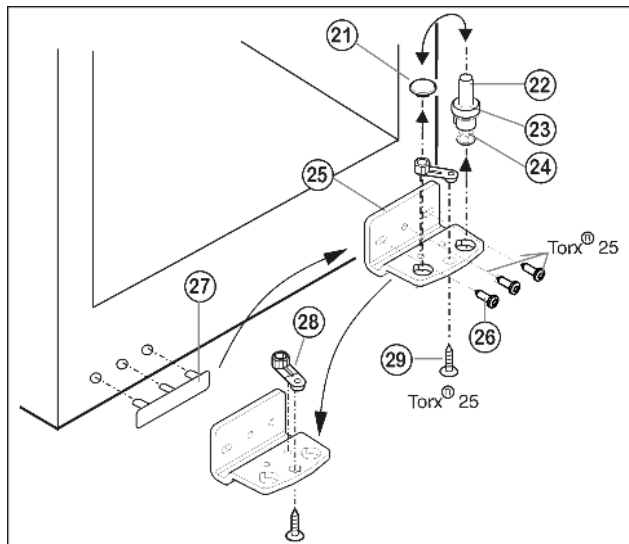

Fig. 6
- ▶ Lagerbout *Fig. 6 (22)* compleet met schijfje *Fig. 6 (23)* en stelplaatje *Fig. 6 (24)* naar boven eruit trekken.
- ▶ Stop *Fig. 6 (21)* eraf halen.
- ▶ Lagerbus *Fig. 6 (25)* losschroeven *Fig. 6 (26)*.
- ▶ Lagerdeel *Fig. 6 (28)* losschroeven *Fig. 6 (29)* en in het tegenoverliggende opnamegat van de lagerbus omzetten en weer vastschroeven.
- ▶ Afdekking aan de greepzijde *Fig. 6 (27)* voorzichtig optillen en op de tegenoverliggende zijde plaatsen.
- ▶ Lagerbus *Fig. 6 (25)* aan de nieuwe scharnierzijde evt. met behulp van een accuschroevendraaier weer **goed (met 4 Nm)** vastschroeven.
- ▶ Stop *Fig. 6 (21)* weer in het andere gat aanbrengen.
- ▶ Lagerbout *Fig. 6 (22)* compleet met schijfje en stelplaatje weer aanbrengen. Er daarbij erop letten, dat de sluitnok naar achter wijst.